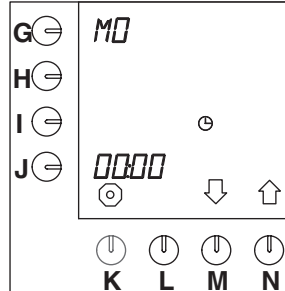

Fig. 42 Huidige dag en tijd
- Druk op selectietoets (N.)↑ tot fig. 42 (Huidige dag en tijd) in het display verschijnt.
- De urenpositie naast de programmeertoets begint te knipperen (fig. 42).